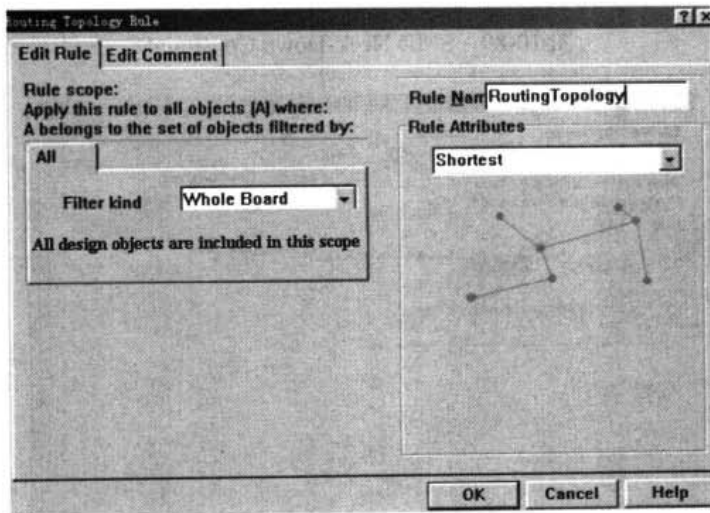

图 10-87 布线拓扑结构设置对话框
- **Routing Topology:** 布线拓扑结构。该规则用于设置各个网络的引脚之间的布线规则。Routing Topology Rule (布线拓扑结构) 设置对话框, 即如图 10-87 所示。在 Rule Attributes 栏的下拉列表中有以下 7 种拓扑结构可选, 包括 Shortest (最短连线)、